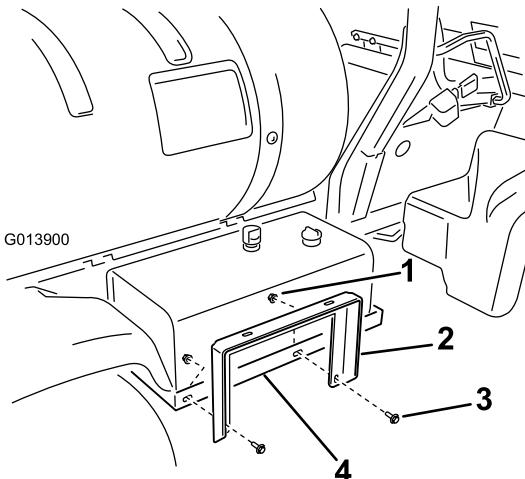

Figura 8
- Instale o apoio da bobina de tubagem no apoio hidráulico do depósito (Figura 8) utilizando 2 pernos com cabeça de flange (3/8 x 1 polegada) e 2 porcas flangeadas (3/8 polegada). Não aperte totalmente as porcas para permitir a afinação mais tarde.
3. Fixe o apoio da bobina de tubagem às cintas da bobina de tubagem (Figura 8) utilizando 2 pernos com cabeça de flange (3/8 x 1 polegada) e 2 porcas flangeadas (3/8 polegada).